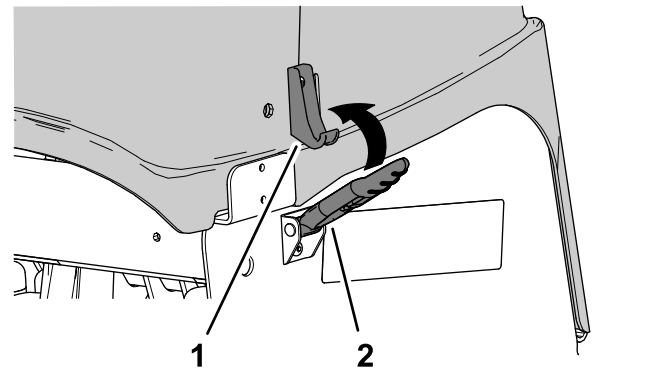

**Figura 152**
1. Alinee la cubierta del cabezal de perforación con la máquina, tal y como se muestra en la Figura 152.